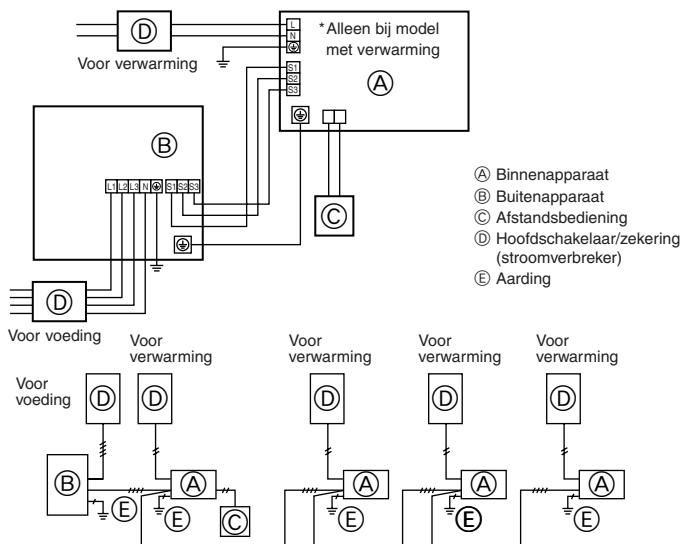
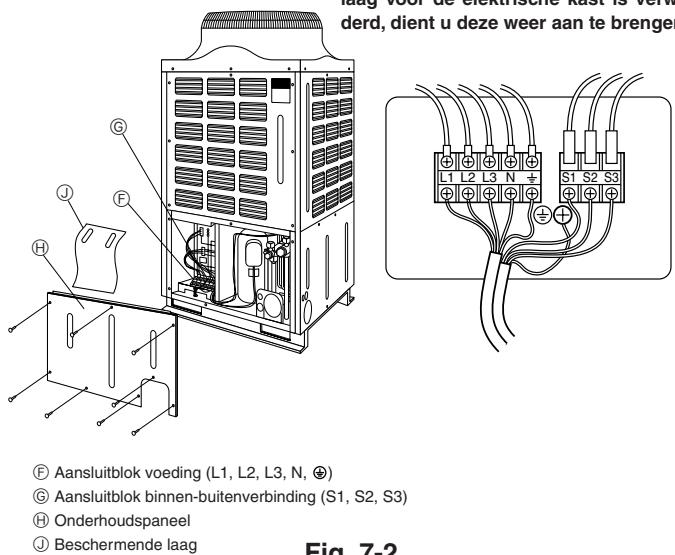

Fig. 7-1
Fig. 7-2
7.1. Buitenapparaat (Fig. 7-1, Fig. 7-2)
(1) Verwijder het onderhoudspaneel.
(2) Sluit de kabels aan aan de hand van afb. 7-1 en 7-2.